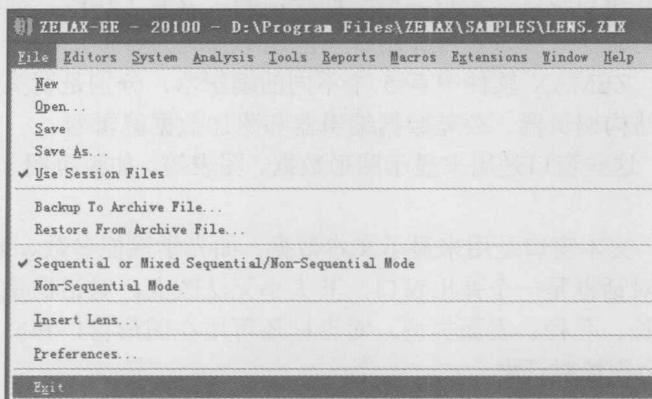

图 1-7 “文件菜单”退出
(2) 从“文件菜单”(File) 退出。选择“文件菜单”，在弹出的下拉菜单中选择“Exit”选项，如图 1-7 所示。